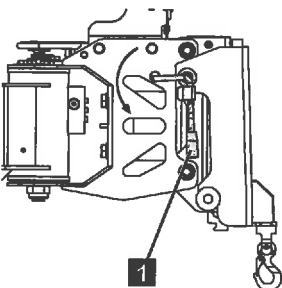

Abb. 150
4. Verriegelungsbolzen (Abb.150/1) um 90° gegen den Uhrzeigersinn drehen, bis er einrastet.